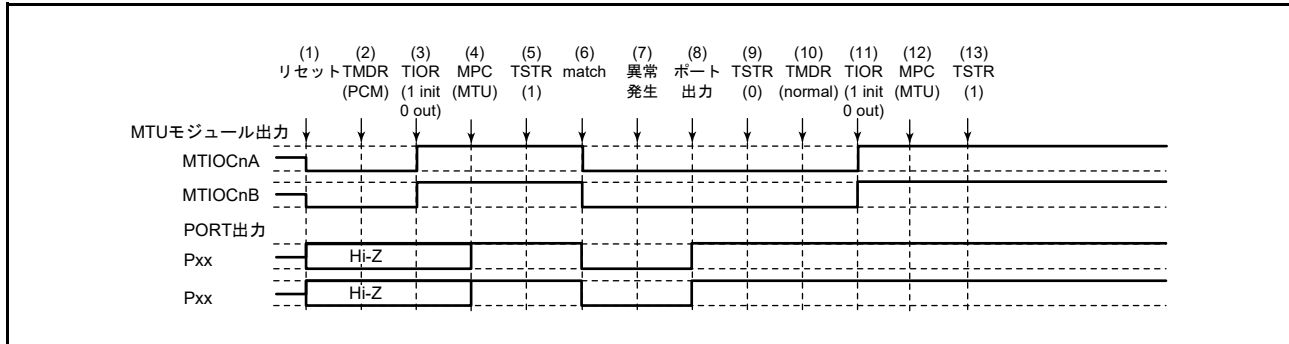

図 24.170 位相計数モードで異常が発生し、ノーマルモードで復帰する場合
位相計数モードで異常が発生し、再設定後ノーマルモードで再スタートする場合の説明図を図 24.170 に示します。
(1) ~ (9) は図 24.170 と共通です。
(10) PWM モード1を設定します。
(11) TIOR レジスタで端子を初期化してください (PWM モード1では MTIOCnB (MTIOCnD) 端子に波形が出力されません。出力すべきレベルがある場合は、I/O ポートのポート方向レジスタ (PDR)、ポート出力データレジスタ (PODR) で汎用出力ポートの設定をしてください)。
(12) MPC と I/O ポートのポートモードレジスタ (PMR) で MTU 出力としてください。
(13) TSTRA レジスタで再スタートします。
(10) PWM モード2 を設定します。
(11) TIOR レジスタで端子を初期化してください (PWM モード2 では周期レジスタに使用した TGR レジスタに対応する端子に波形が出力されません。出力すべきレベルがある場合は、I/O ポートのポート方向レジスタ (PDR)、ポート出力データレジスタ (PODR) で汎用出力ポートの設定をしてください)。
(13) TSTR レジスタで再スタートします。
(20) 位相計数モードで動作中に異常が発生し、位相計数モードで再スタートする場合の動作
(10) 位相計数モードで再スタートする場合には必要ありません。
(11) TIOR レジスタで端子を初期化してください。